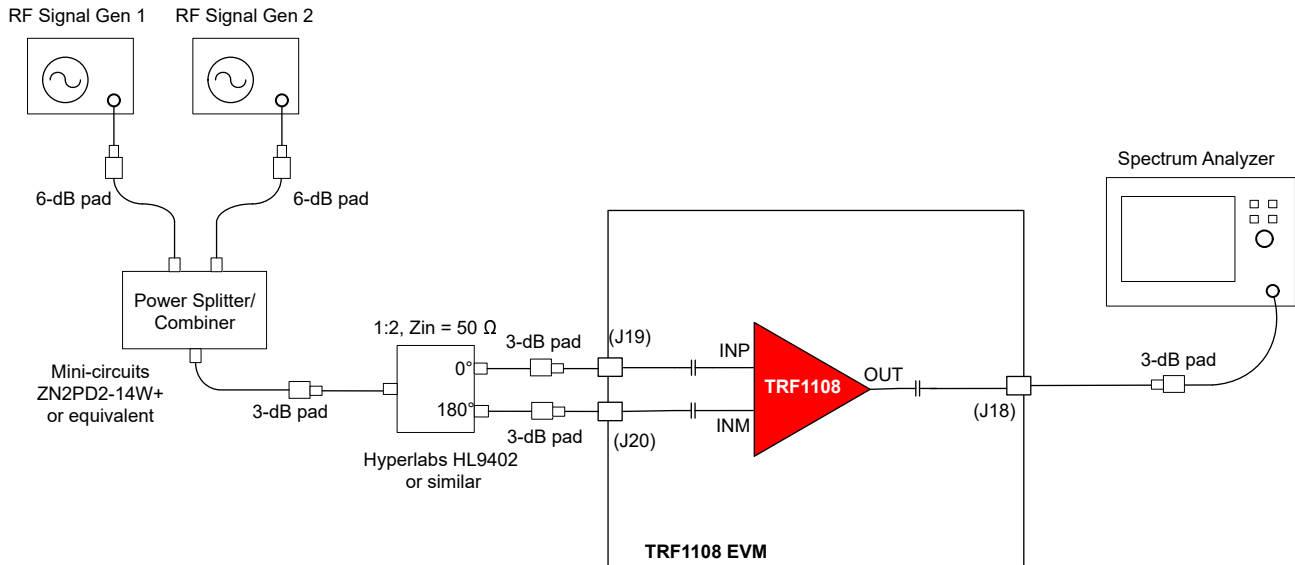

图 3-4. OIP3 测试设置
1. 如图 3-4 所示，使用同相功率分离器和组合器合并两个信号发生器输出。建议对信号发生器输出使用 6dB 衰减器，以防发生器相互通信，并导致信号发生器 IMD3 杂散。